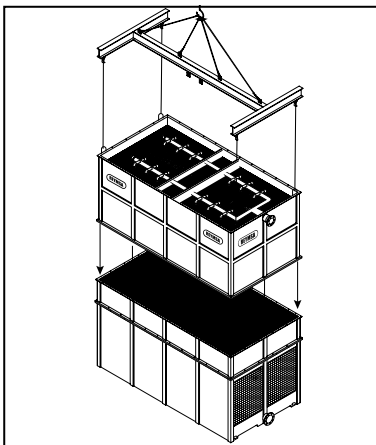

Figura A-112: Instalación de la sección superior del cuerpo en una torre modular (RTGMTC-G y RTGMTC-H)
- N. Sólo para modelos RTGMTC-G y RTGMTC-H:** Instale la sección superior del cuerpo #M1A sobre la sección inferior del cuerpo #M1A, asegurándose de que los agujeros de ambas secciones estén alineados (ver Figura A-112). Atornille y fije la brida horizontal con la tornillería de acero inoxidable suministrada por REYMSA.